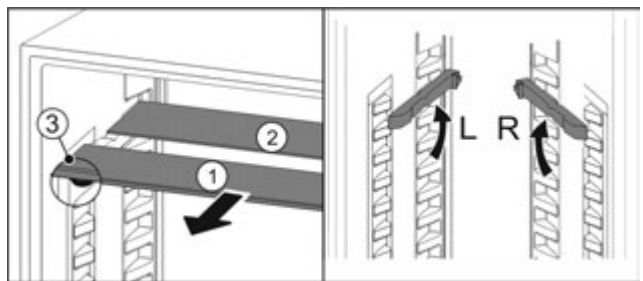

Fig. 105
- Посуньте Fig. 105 (1) скляну панель вперед.
- ▷ Скляна панель Fig. 105 (1) з декоративною планкою лежить спереду.
- ▷ Стопори Fig. 105 (3) показують вниз.